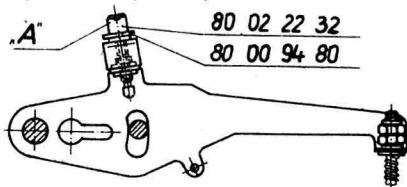

рис. 10
- Длины стежков частей петля устанавливаются на юстировочном пункте «A» (рис. 10).